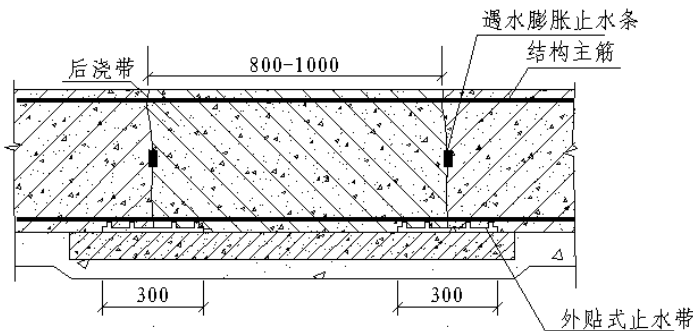
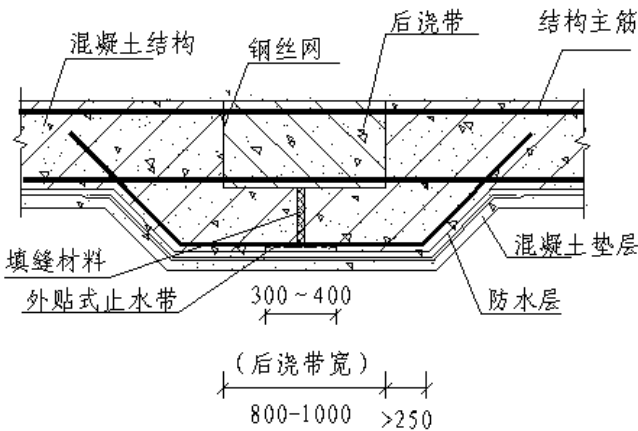

图3（外贴、中埋式防水构造）
图4（超前止水构造）
5.2.6 后浇带防水措施严格按设计或规范要求施工，一般有：在施工缝处埋置遇水膨胀的止水条，或采用外贴式的止水带设置于施工缝处（如图3），并在底板底面作防水层；也可采用超前止水的方法进行止水（如图4），超前止水的作法应严格按照设计要求进行。